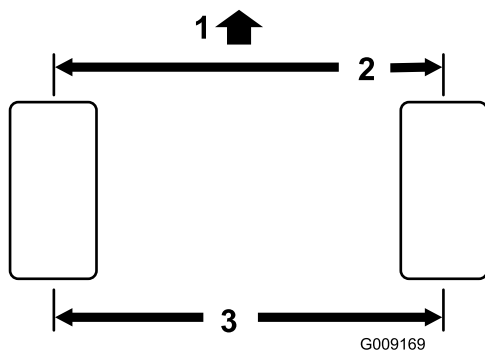

Bild 56
2. Messen Sie den Abstand vorne und hinten an den Lenkreifen Mitte-zu-Mitte (auf Achshöhe). Bild 56